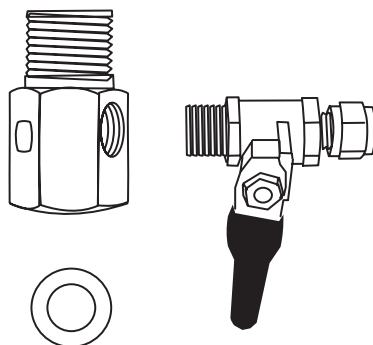

Рис. 9
2.1. Соберите клапан подачи воды путём соединения шарового клапана с переходником-адаптером, как показано на рис. 9.